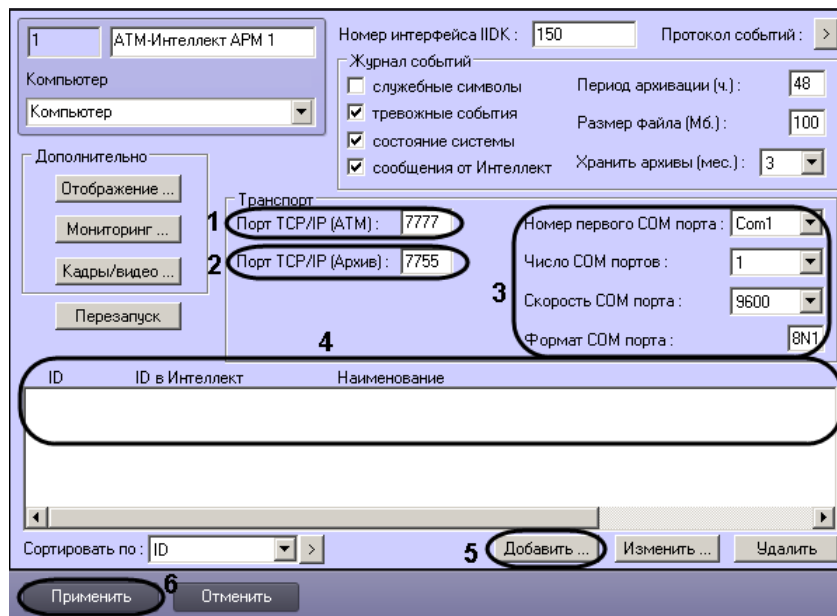

Рис. 6.3—1 Настройка соединения
1. Перейти на панель настройки объекта **АТМ-Интеллект АРМ** (Рис. 6.3—1).
- 2.1. В поле **Порт TCP/IP (АТМ)** указать номер порта для связи по протоколу TCP/IP с удаленными объектами (см. Рис. 6.3—1, 1).